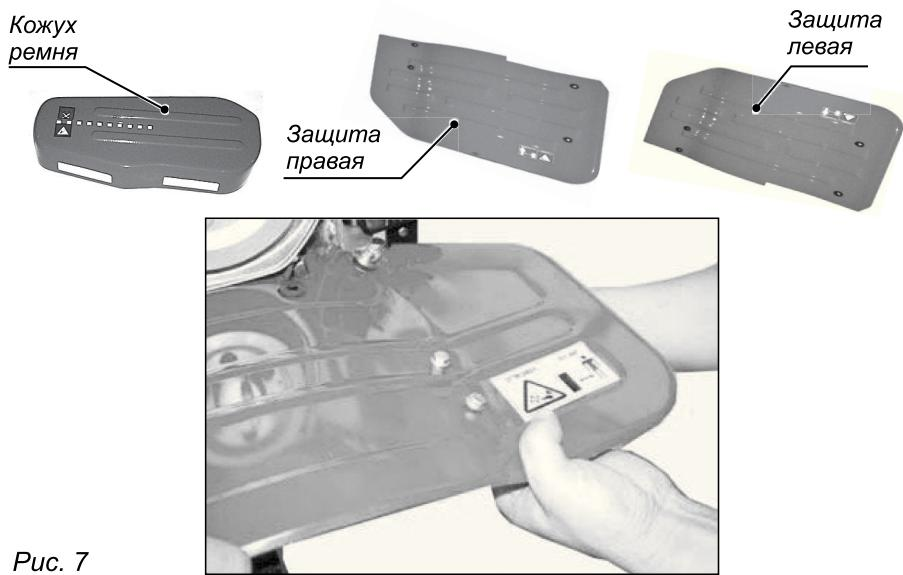

Рис. 7
8. Установите на центральную защиту и смонтируйте с помощью болтов, гаек боковые защиты, учитывая их левое и правое положение (рис. 7).